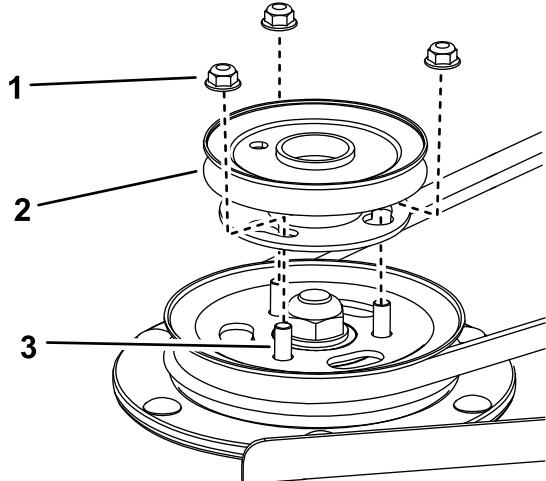

Figure 4
- Retirez les écrous de l'axe de la poulie de plateau droite et utilisez-les pour fixer la poulie à la poulie du plateau (Figure 4).